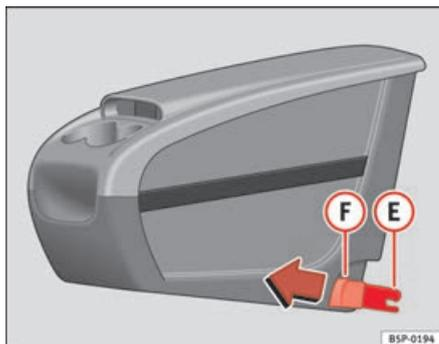
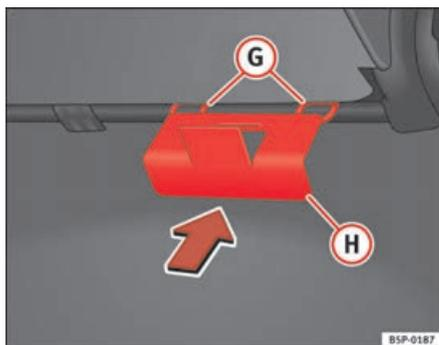

Fig. 112 Rangement mobile. Repose
Fig. 113 Plaque de fixation du rangement mobile
- Placez depuis l'intérieur du véhicule la plaque de fixation **(H)** ⇒ fig. 113 du rangement mobile par la partie arrière du dossier. Elle doit être située entre le dossier et le coussin, dans la zone de la place centrale.
- Mettez face à face les deux pièces de fixation **(E)** ⇒ fig. 112, avec les deux anneaux de fixation **(G)** ⇒ fig. 113 et appuyez fortement jusqu'à ce que les deux pinces s'enclipsent totalement dans les anneaux.
- Tirez sur chacun des boutons ⇒ fig. 112 **(F)** des pinces (boutons rouges) vers l'avant, jusqu'à entendre leur déclipsage.